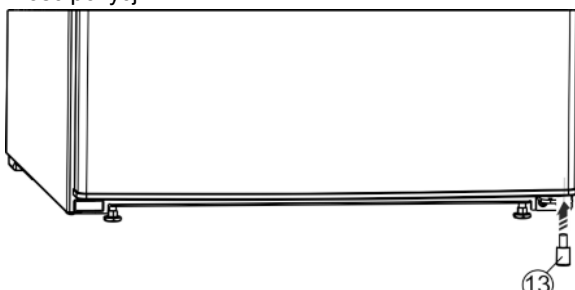

Fig. 6
- Element dystansowy Fig. 6 (13) włożyć ponownie do drzwi na dole po prawej stronie, ponieważ jest on istotny dla zachowania stabilności urządzenia.